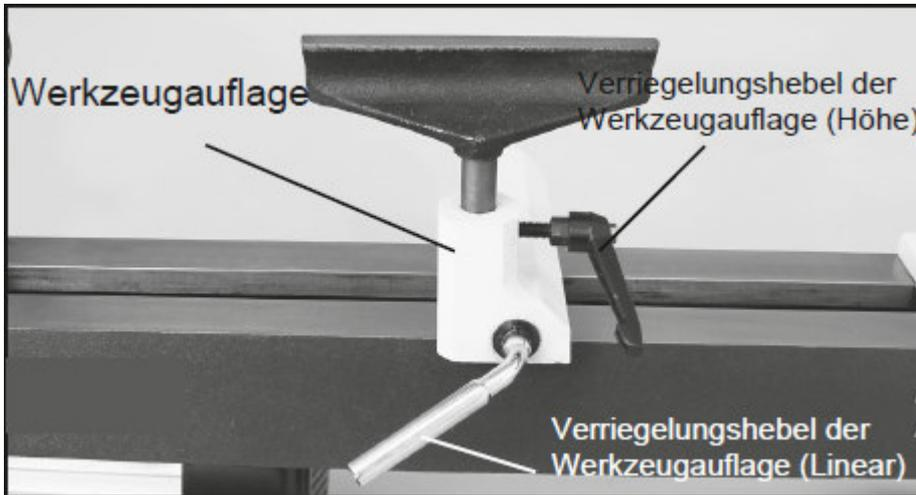

Abb. 6-4: Montage der Werkzeugauflage
2. Die Höhe der Werkzeugauflage nach oben oder unten auf die gewünschte Position einstellen und dann den Sockel der Werkzeugauflage mit dem Verriegelungshebel in seiner Position sichern (Abb. 6-4)